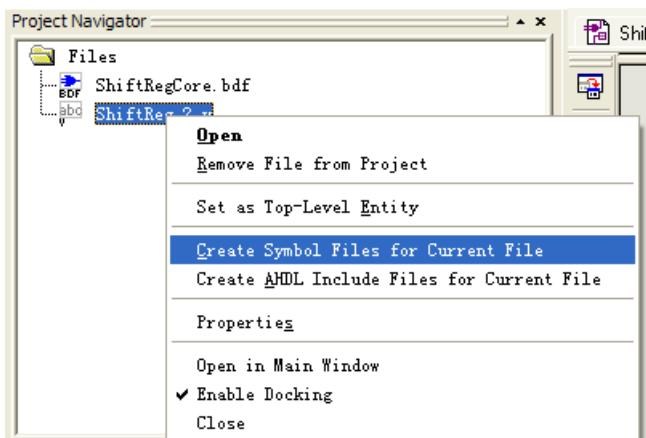
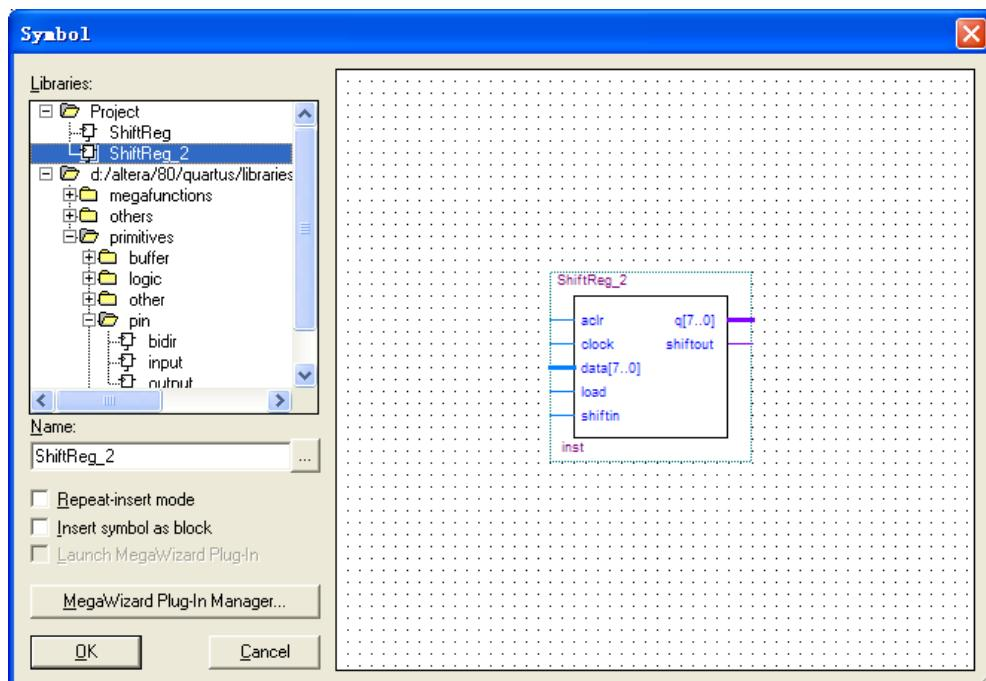

图 5-22 创建符号文件
图 5-23 用 Verilog 语言创立的移位寄存器
13. 在左侧 Project Navigator 处右击 ShiftReg\_2.v 选择 Create Symbol Files for Current File。之后就可以像 ShiftReg 一样在顶层实体的符号框图里使用了，如图 5-22 与图 5-23。不过本实验不使用这种方法。